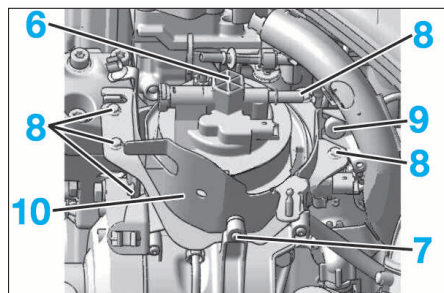

FIG. 43
- les raccords de carburant (3) et (4)
- le connecteur du réchauffeur (5)
- Desserrer (Fig.43) :